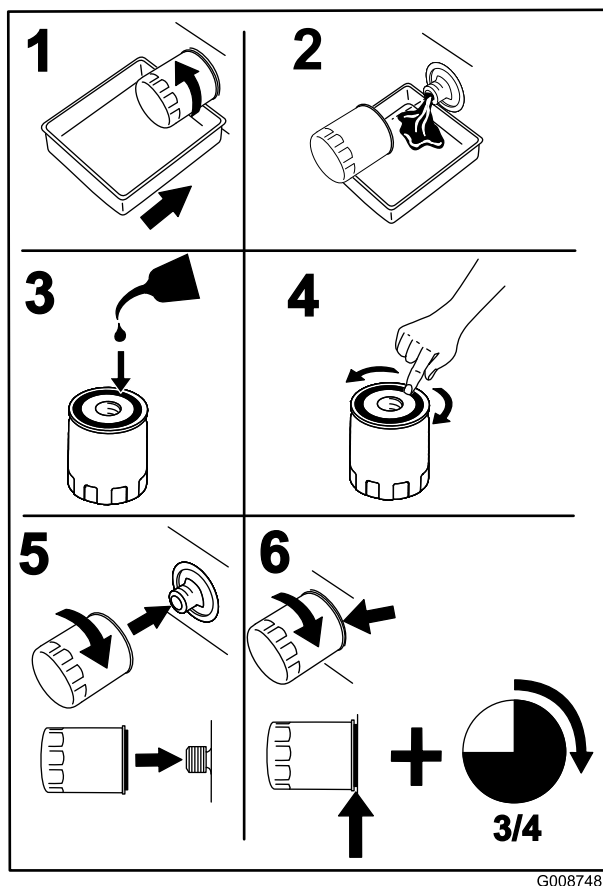

Figure 36
2. Remplacez le filtre à huile moteur (Figure 36).